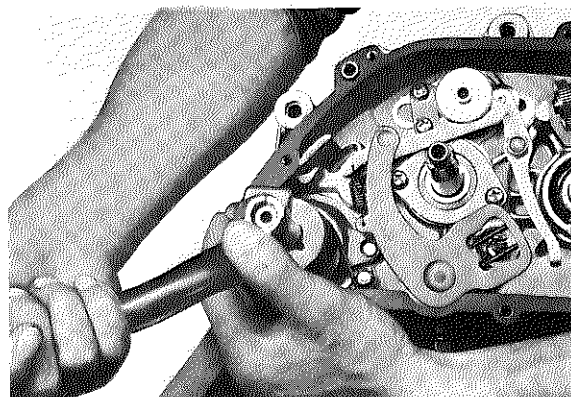

Fig. 3-4-16
4. By turning the kick crank, push the kick axle into position. (Fig. 3-4-16)
4. Tourner l'axe du kick en se servant du kick, tout en le poussant pour achever de le mettre en place (Fig. 3-4-16)
4. Durch Drehen des Kickstarterhebels die Kickstarterwelle richtig positionieren. (Fig. 3-4-16)